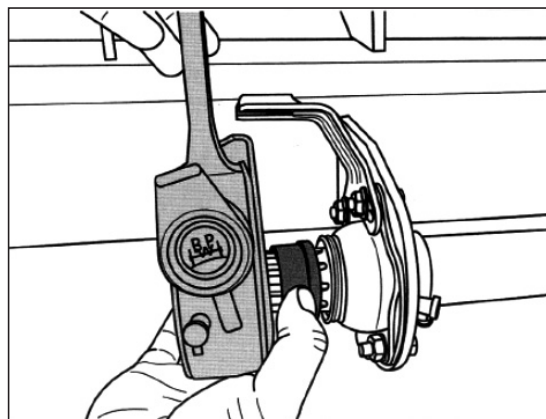

図 .7-1-1-1
2. スクリューを緩めベアリングハウジングを取り出す。(図7-1-1-2)